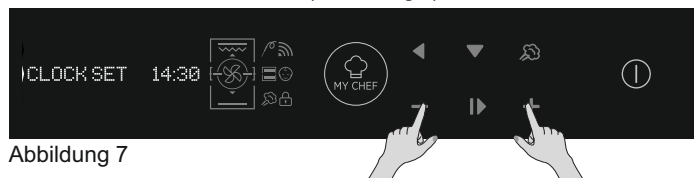

Abbildung 7
- Stellen Sie die Uhrzeit durch Drücken der Tasten PLUS und MINUS ein. Drücken Sie dann auf OK. (Abbildung 7)